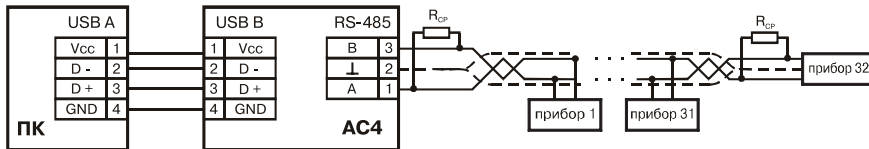

Рис. 6.1. Схема подключения прибора AC4
6.2. Подключение прибора следует выполнять согласно схеме, приведенной на рис. 6.1.